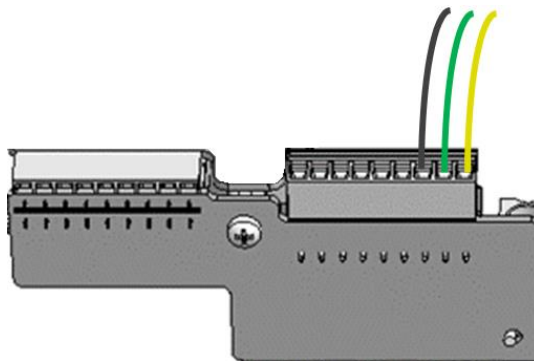

Abbildung 5: Einstecken der 9-poligen Klemmleiste in den RS485-Überspannungsschutz
- Stecken Sie die 9-polige Klemmleiste mit den RS485-Kabeln in den Kommunikationseingang des RS485-Überspannungsschutzes ein, wie in Abbildung 5 gezeigt.